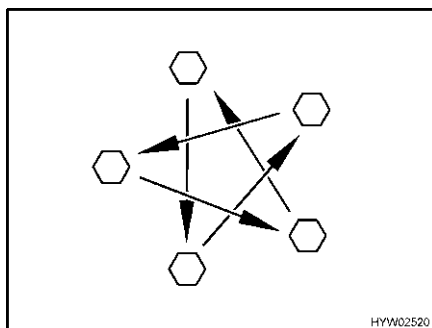

Fig. 90 Serrare a croce i dadi o i bulloni delle ruote
- Controllare regolarmente il serraggio dei dadi o dei bulloni. Regolare a croce (Fig. 90) il serraggio dei dadi o dei bulloni di una ruota sostituita dopo circa 50 km.